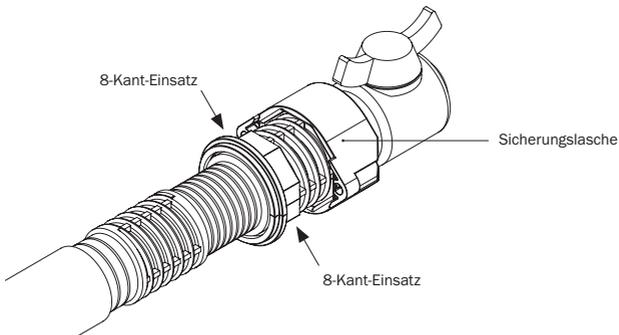

Abbildung 20.4: Positionierung des 2-teiligen 8-Kant-Einsatzes
- Nun den zweiten Teil des 8-Kant-Einsatzes Schuck aufstecken, so dass die Unterseite des 8-Kant-Einsatzes bündig mit dem Steg der Gashauseinführung ist (s. Abbildung 20.4).